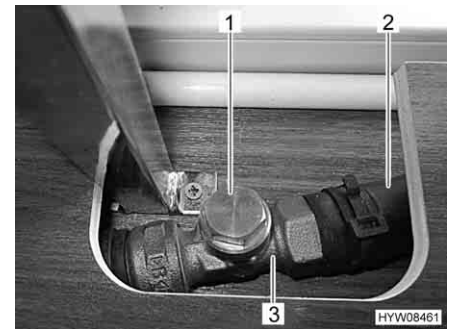

Fig. 107 Valvola aperta
- Afferrare la tubatura di bypass (Fig. 107,2) dietro la valvola (Fig. 107,3). Il tubo flessibile deve essere tiepido.
- Se il tubo flessibile non è tiepido, controllare la regolazione della valvola. Se la valvola è chiusa, ruotare il coperchio della valvola (Fig. 107,1) in senso antiorario.